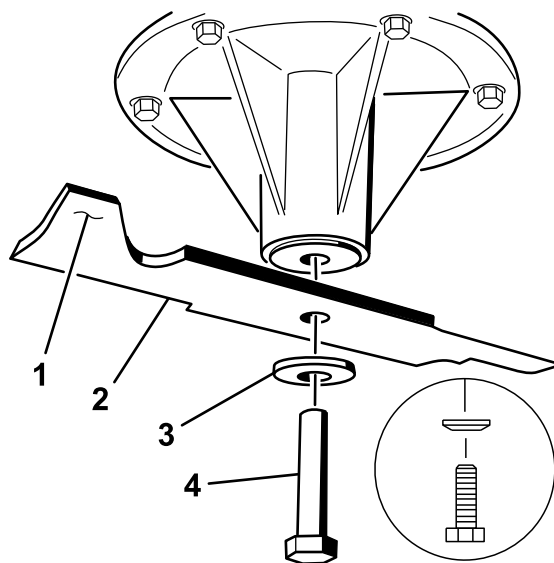

Figure 93
2. Enlevez de l'axe, le boulon, la rondelle bombée et la lame (Figure 93).
3. Si la lame est déséquilibrée, limez un peu l'extrémité de l'ailette seulement (Figure 93).